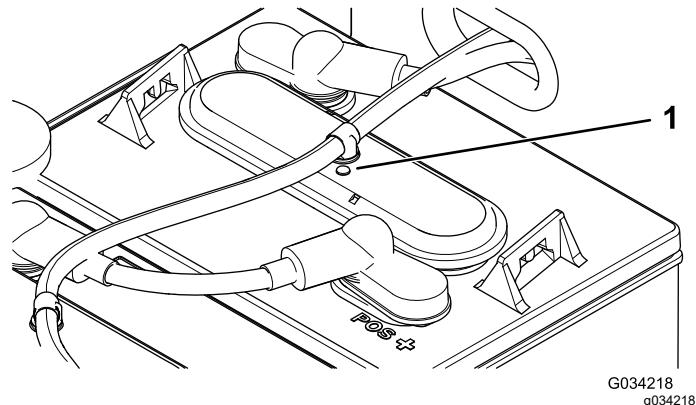

Figure 40
3. Sur chaque batterie, vérifiez si la pastille est noire ou blanche (Figure 40).